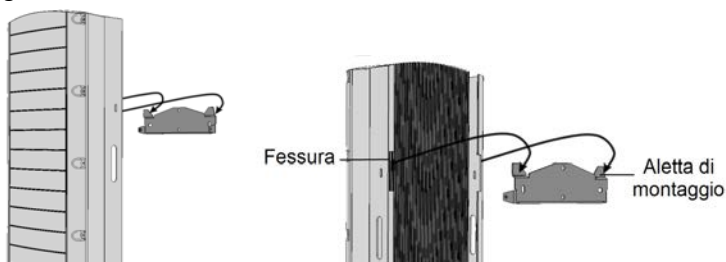

Figura 9: Appendere l'inverter sulla staffa
- Assicurarsi che il bordo piatto della staffa sia verso il basso, come in *Figura 9*.
5. Agganciare l'inverter alla staffa (vedere *Figura 9*): Sollevare l'inverter dai lati o tenerlo in alto e in basso per sollevare l'unità in posizione.
7. Inserire le due viti in dotazione attraverso le alette esterne del dissipatore di calore su entrambi i lati dell'inverter e nella staffa (vedere *Figura 9*). Serrare le viti con una coppia di serraggio di 4,0 N\*m / 2,9 lb.\*ft.